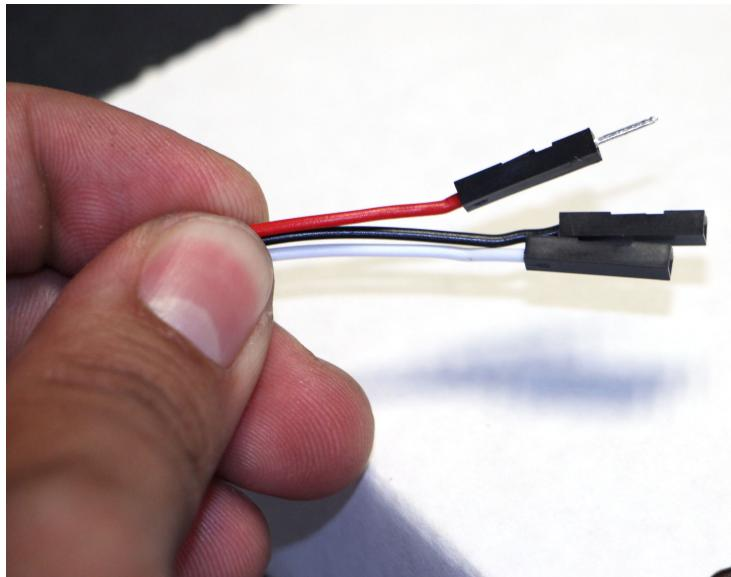

Figura 2.4: Terminales para cables recomendadas
4. Para conectar sensores externos, tanto analógicos como digitales, se recomienda que estos tengan terminales acopladas a las puntas. Por seguridad, la terminal VCC del sensor debe ser macho y el resto hembras (ver figura 2.4). Conecte las terminales de alimentación de los sensores a la placa fenólica. El identificador de sensor en el software será interpretado de acuerdo a la posición de la conexión física de la terminal de señal. Esto se ilustra en la figura 2.5.